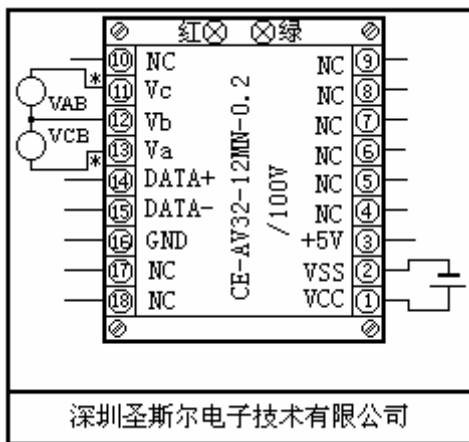
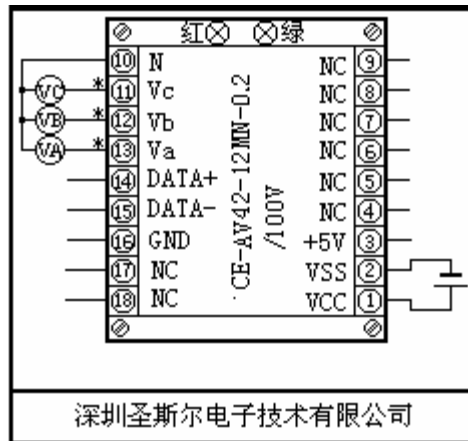

图 3.5.4 N 型三相三线制电压输入接线参考图
图 3.5.5 N 型三相四线制电压输入接线参考图
3.5.4.2、N 型单路产品输入为 A 相,参考图 3.5.5；三相三线制见图 3.5.4；三相四线制见图 3.5.5；